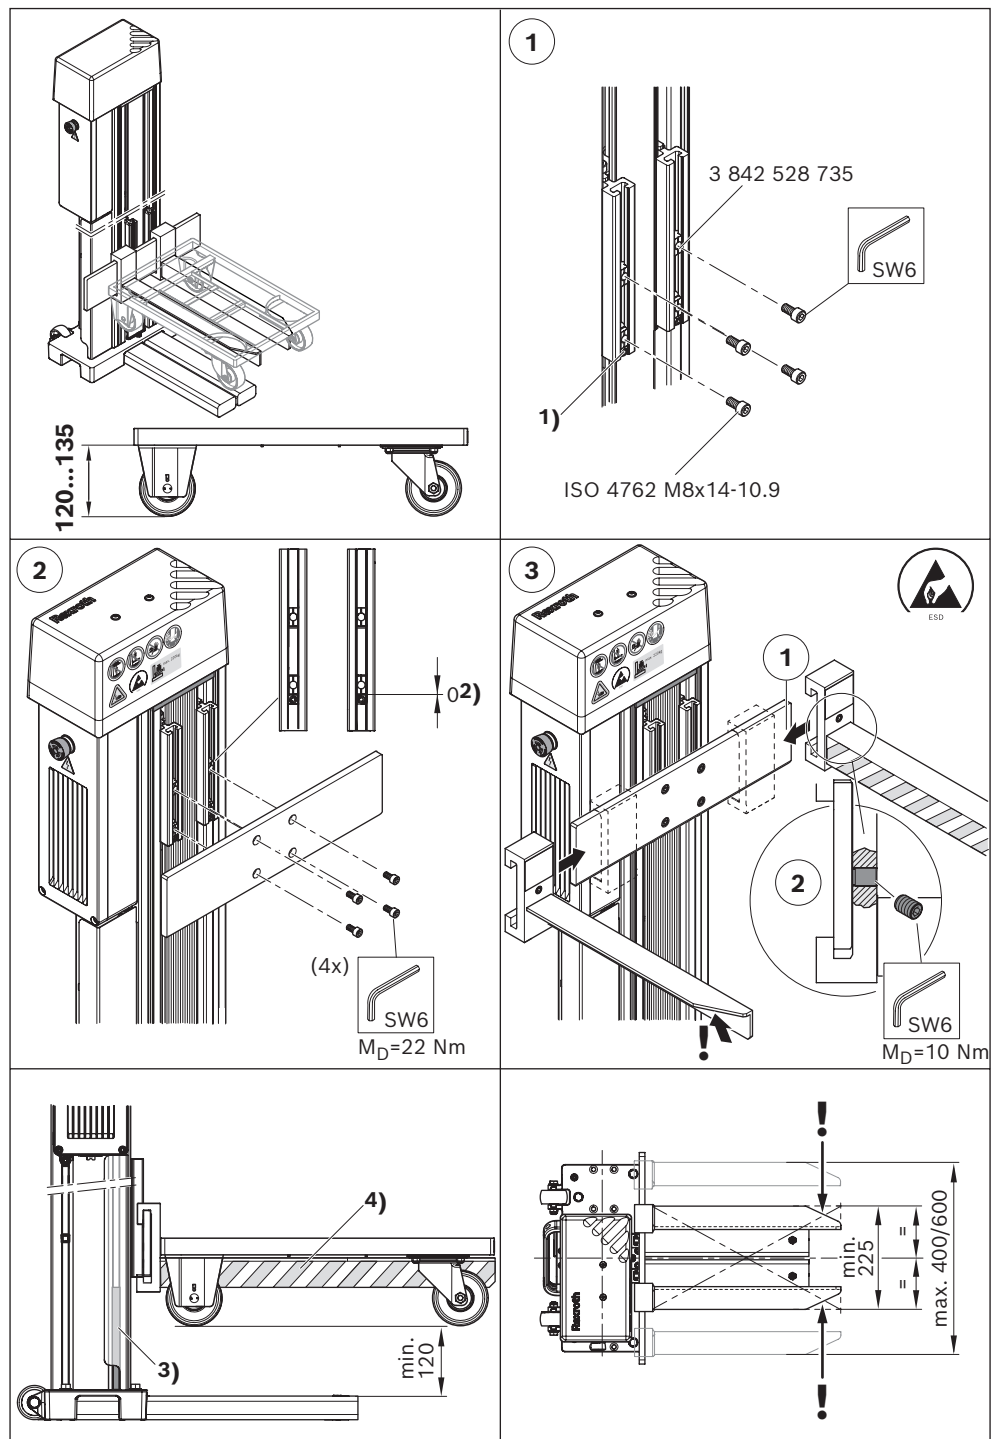

Fig. 18: Montaje de la placa de instalación y las horquillas para carretilla con ≥ 120 mm de distancia respecto al suelo
- Carretilla con 135 mm de distancia respecto al suelo (véase Fig. 18)